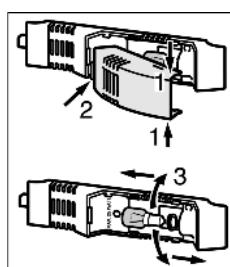

Fig. 8
- Возьмитесь за крышку лампы сверху и снизу Fig. 8 (1).
- Выведите крышку лампы сзади из зацепления и снимите Fig. 8 (2).
- Замените лампу Fig. 8 (3).